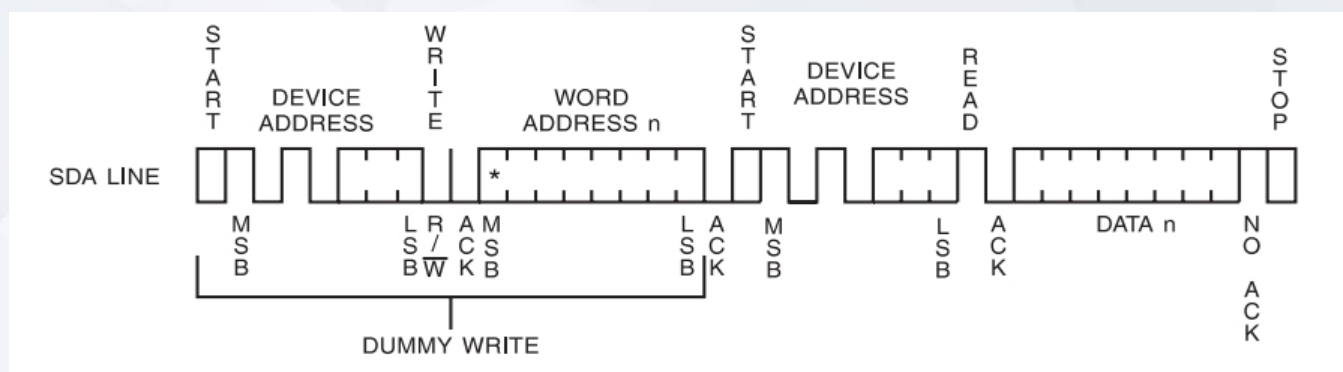

图3-15 I2C 串行EEPROM随机地址读
2) 随机地址读: 由于随机地址读, 就要有一个写入地址的过程, 然后跟着读操作。如图: 3-15